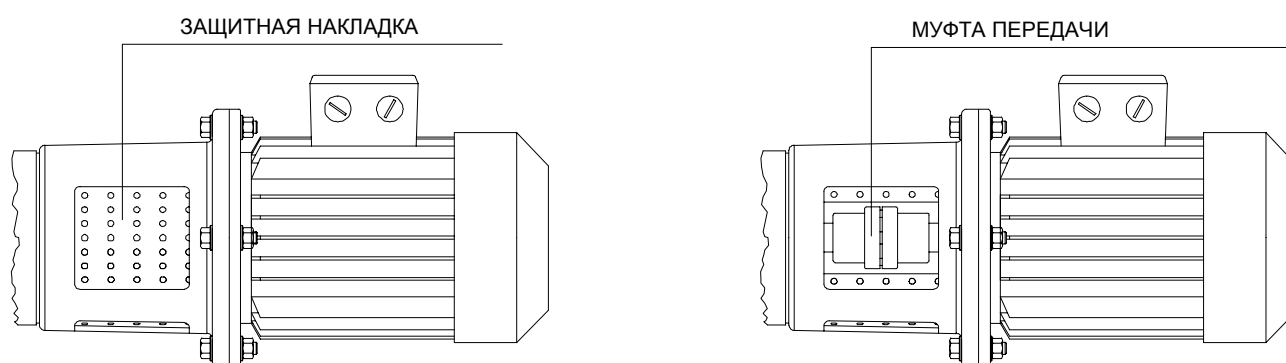

Рис. 8 - ПРОВЕРКА ВЫРАВНИВАНИЯ МОНОБЛОЧНОГО ИСПОЛНЕНИЯ
- 3 - Через два боковых проема фонаря, при помощи легкого нажатия руками на перфорированную защитную жесьть, поворачивать ее покада она не примет такое положение, которое гарантирует доступ к одному из двух отверстий (см. рис. 8).